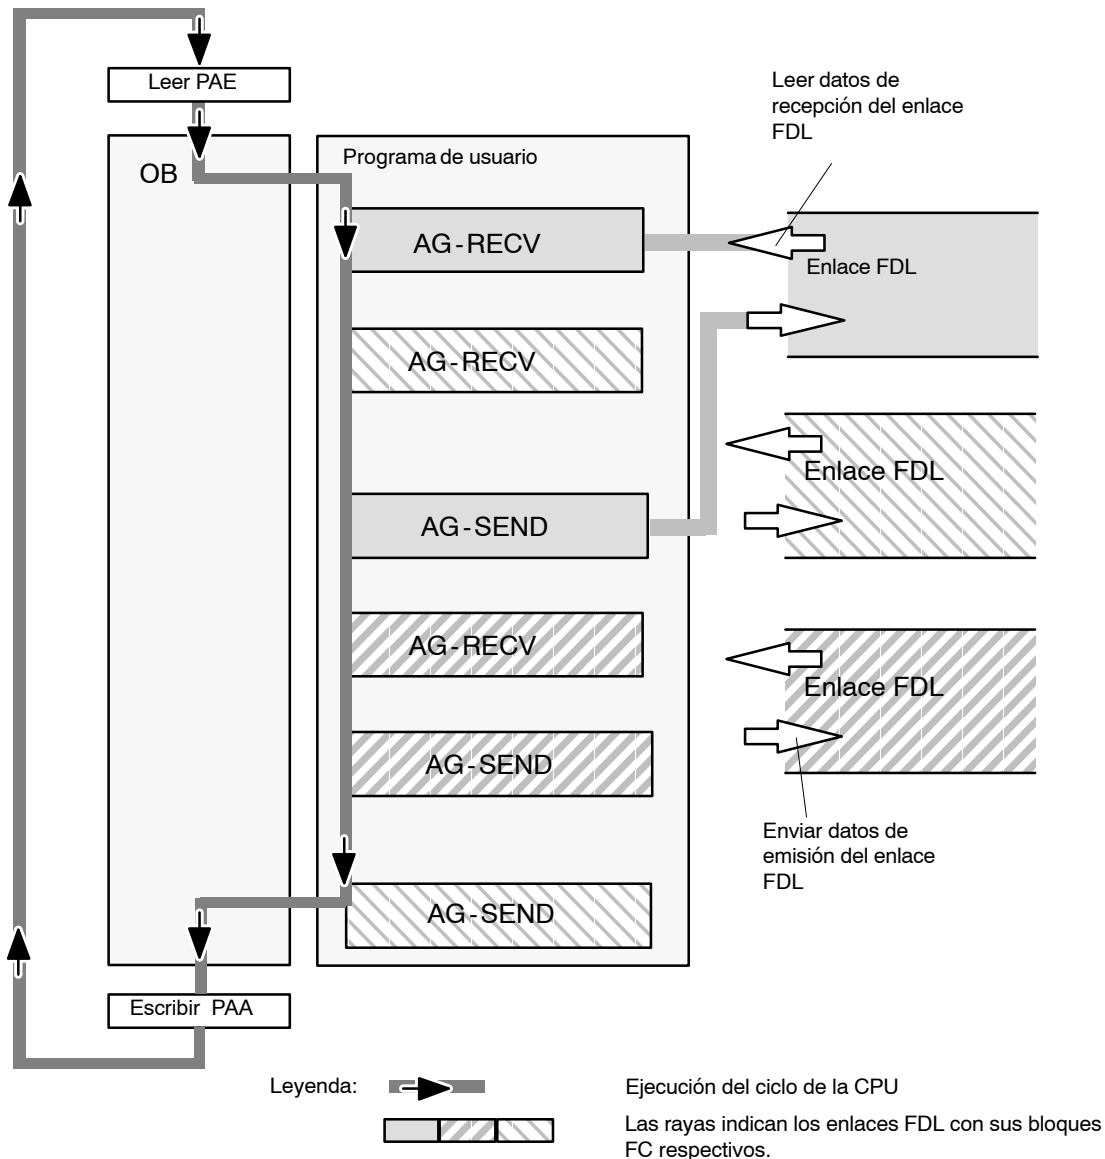

Figura 7-9 Secuencia típica de bloques FC FDL en el ciclo de la CPU
- El programa de usuario, que puede estar formado por un número discrecional de bloques (OB, FB o FC), accede a varios enlaces FDL. (en la figura 7-9 se representan 3 enlaces).